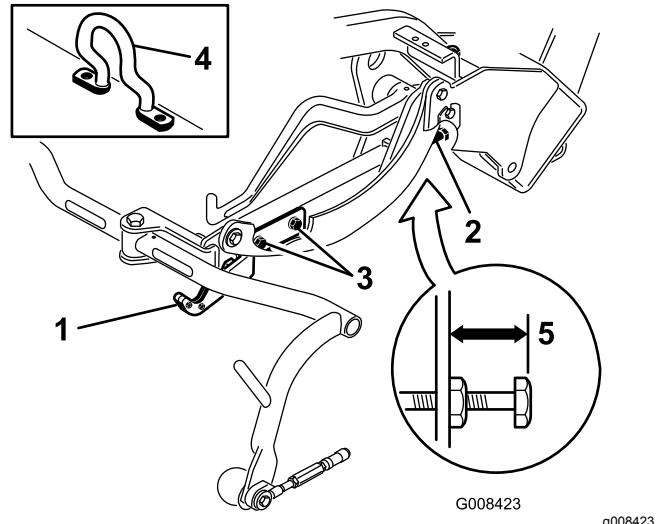

**Bild 12**
2. Bringen Sie einen Streifen weißen Isolierbands an jedem Korb an, oder zeichnen Sie eine Linie. Das Isolierband bzw. die Linie sollte parallel mit der äußeren Kante jedes Korbs verlaufen (Bild 12).